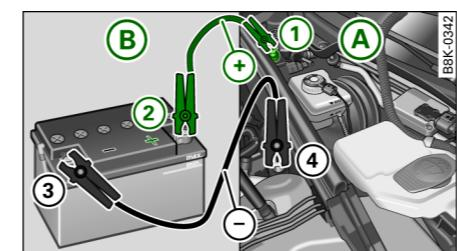

图 269 用另一汽车的蓄电池进行辅助启动：A – 电量耗尽的蓄电池，B – 供电蓄电池
⇒ 第 236 页, 图 269 ① (红色盖板下的启动销 = “正极”)。
2. 将电缆另一端连接在供电蓄电池 **B** 的正极 **②** 上。